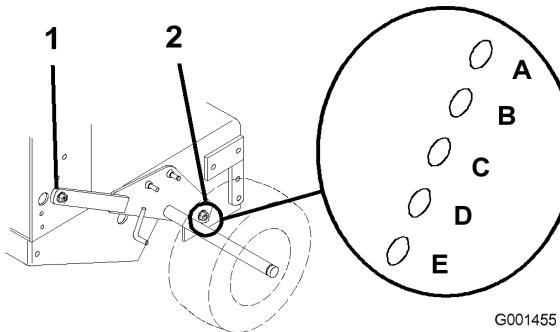

Figure 13
- Desserrez, sans les enlevez, les 2 boulons de pivot et les 2 boulons de réglage de l'essieu (Figure 13).
- Placez un cric sous le bâti du moteur, au centre et à l'arrière. Soulevez l'arrière du bâti du moteur jusqu'à ce qu'il soit possible de déposer les 2 boulons de réglage de l'essieu avant (Figure 13).
- Levez ou abaissez le bâti du moteur à l'aide du cric de sorte à pouvoir insérer les 2 boulons de réglage de l'essieu avant dans les trous voulus (Figure 13).